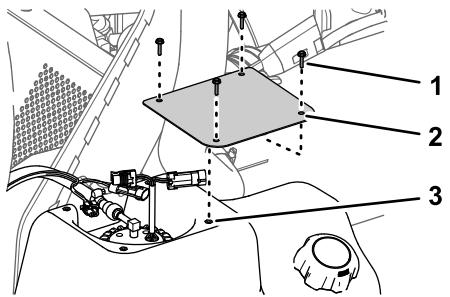

Figure 86
- Fixez le couvercle sur le réservoir (Figure 86) au moyen des 4 vis (nº 10 x ¾ po) retirées à l'opération 2 de Dépose du couvercle de la pompe à carburant (page 65).